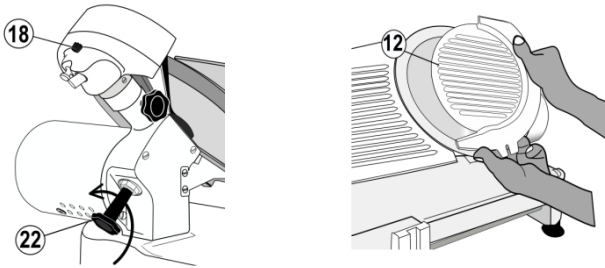

FIG 11. DESENSAMBLE DEL PLATO
Gire la perilla del plato (22) en contra de las manecillas del reloj y retire el plato (12). Puede usar esta perilla para empujar ligeramente el plato. Lave y seque cada una de las partes (Fig 11).